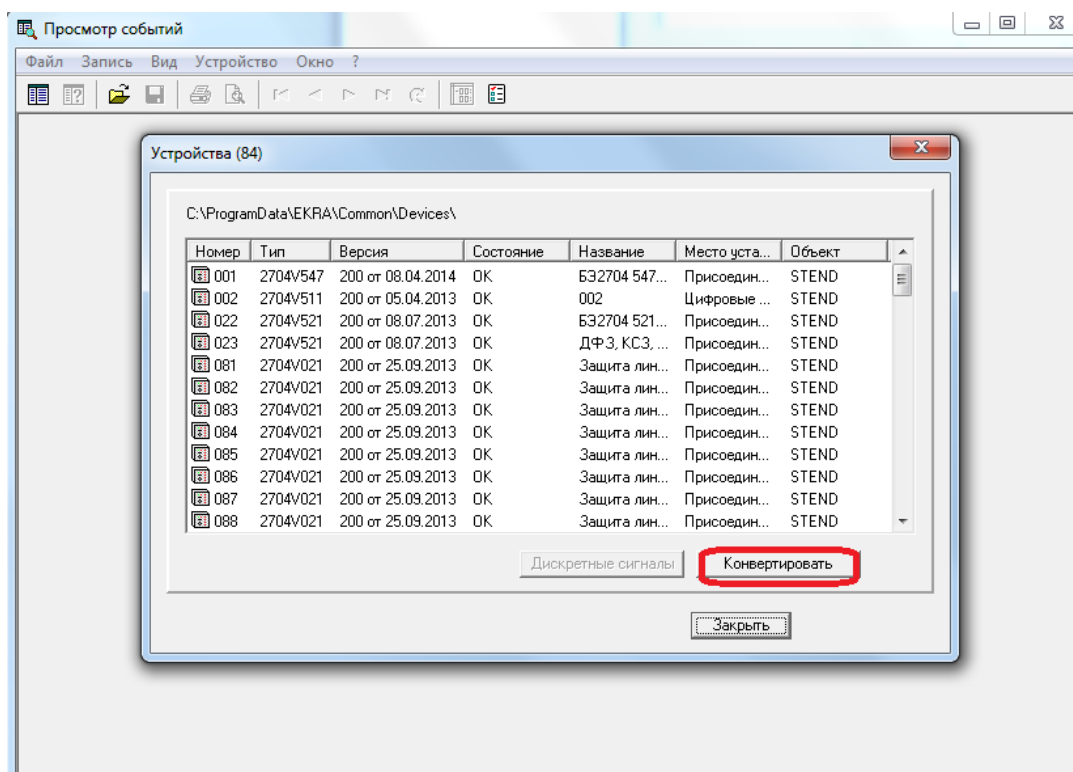

Рисунок 2.121
- выполнить конвертацию файлов конфигурации терминалов БЭ2704 и БЭ2502 в базу данных кодов событий при помощи программы **Просмотр событий**. Для этого запустить программу **Просмотр событий** из меню **Пуск**, затем в меню **Устройства** выбрать пункт **Список устройств**. В появившемся окне нажать кнопку **Конвертировать** (рисунок 2.121);